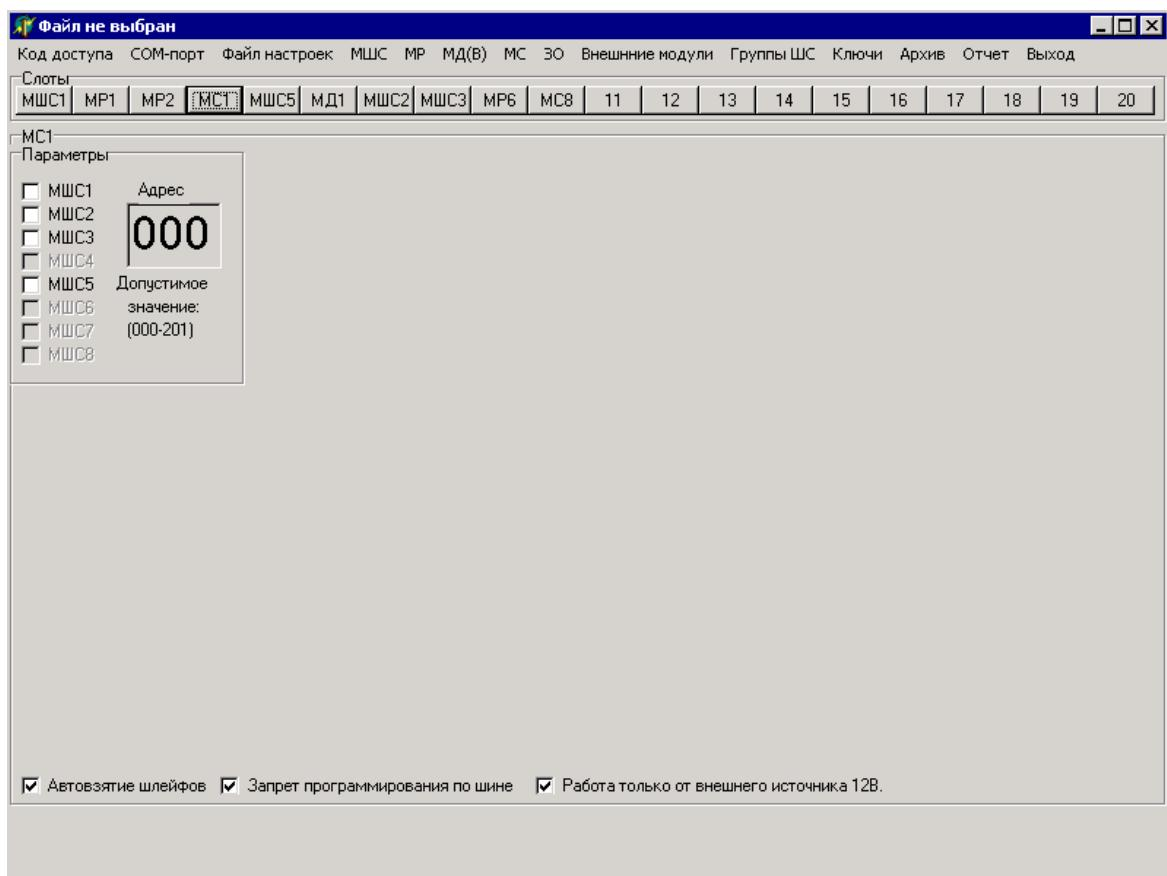

Рисунок 11
нии, подключенной к данному МС (рисунок 11):
2.1.3.8 При программировании любого МС прибора в списке, состоящем из восьми МШС (максимально возможное для обслуживания одним прибором количество МШС), доступными для программирования являются те МШС, которые реально включены в конфигурацию прибора (рисунок 11).